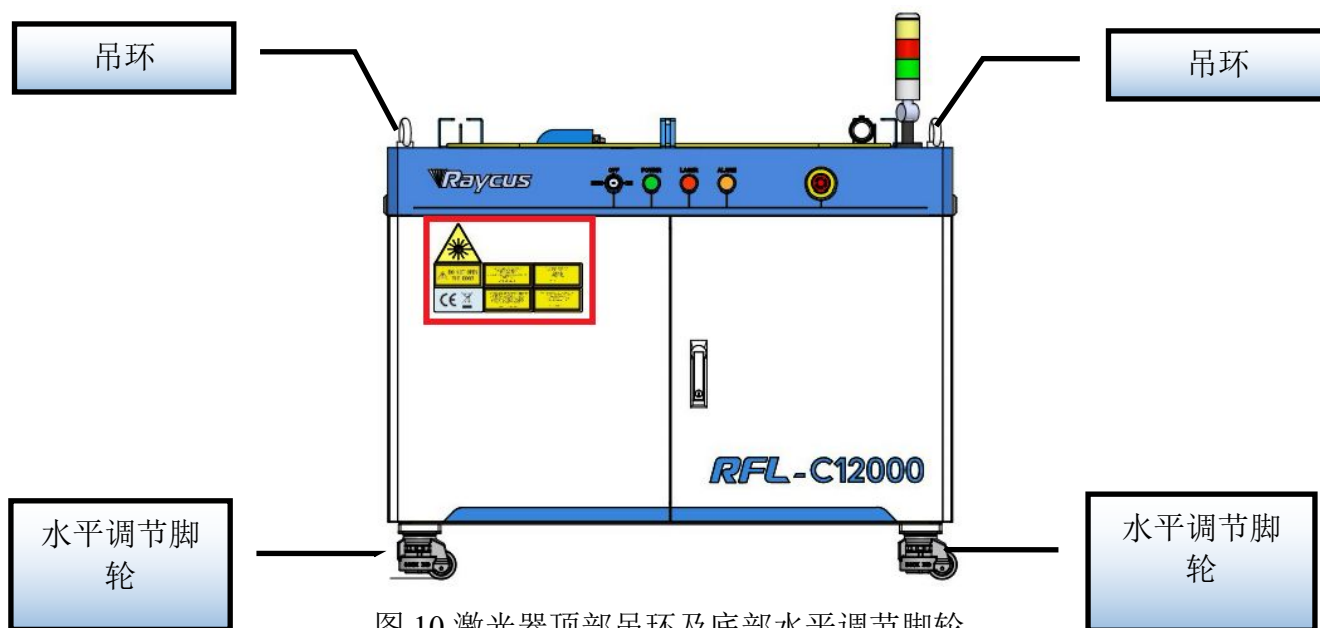

图 10 激光器顶部吊环及底部水平调节脚轮
- i) 客户可利用产品顶部的四个吊环或底部四只滚轮，对产品进行搬运或移动。客户可利用产品顶部的四个吊环或底部的四只脚轮对产品进行吊装或推移，在吊装激光器前请确保四个吊环安装牢固可靠，吊装激光器时务必使用四个吊环；在推动激光器前请确保水平调节脚轮底部支撑块离开地面，激光器定位后需调节支撑块使其与地面接触，避免激光器移位。如图 10